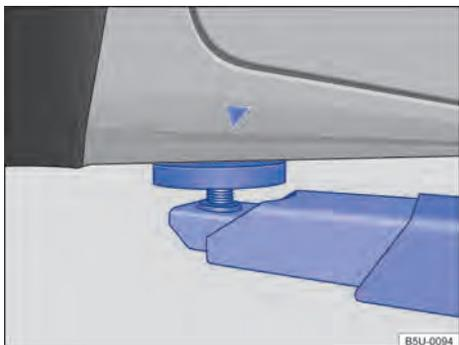
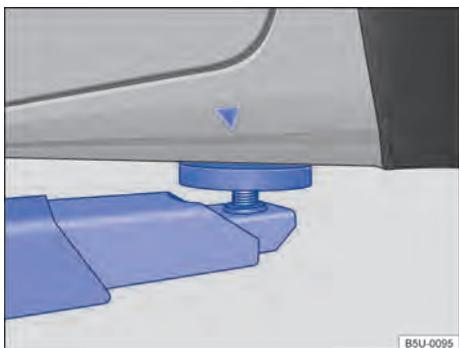

Fig. 174 Puntos de apoyo delanteros para la suspensión con plataforma elevadora o con gato.
Fig. 175 Puntos de apoyo traseros para la suspensión con plataforma elevadora o con gato.
El vehículo debe ser suspendido solamente por los puntos indicados en las figuras → fig. 174 y → fig. 175. Si el vehículo no está suspendido por los puntos indicados, pueden ocurrir daños en el vehículo →  y lesiones graves → .
- Suspender el vehículo solamente por los puntos indicados en las figuras → fig. 174 y → fig. 175. Si el vehículo no es suspendido por los puntos indicados, puede caer de la plataforma elevadora cuando, por ejemplo, se desmonta el motor o la suspensión.